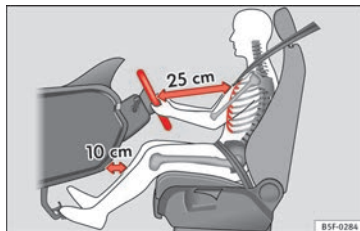
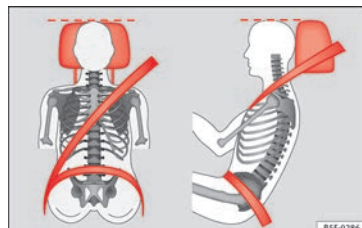

Fig. 64 Distance correcte entre le conducteur et le volant.
Fig. 65 Sangle bien ajustée et appuie-tête correctement réglé.
- Réglez le siège de sorte que le volant soit à une distance d'au moins 25 cm de votre cage thoracique » **fig. 64** et de sorte à pouvoir saisir des deux mains et avec les bras légèrement fléchis le volant latéralement par la partie extérieure.
- Réglez le siège du conducteur dans la longueur de manière à pouvoir actionner à fond les pédales avec les jambes légèrement fléchies, tout en maintenant les genoux à au moins 10 cm de la planche de bord » **fig. 64**.
- Réglez l'appuie-tête de manière à ce que son bord supérieur soit, dans la mesure du possible, à la même hauteur que la partie supérieure de votre tête, et au moins à la hauteur de vos yeux. Gardez la nuque le plus près possible de l'appuie-tête » **fig. 64** et » **fig. 65**.
Réglez la distance correcte entre le conducteur et le volant » **fig. 64** à l'aide des commandes situées sur le siège du conducteur »  **page 12**.